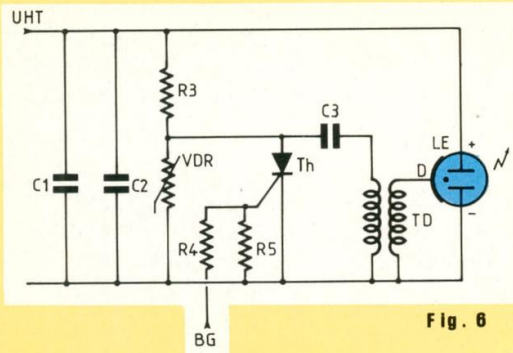
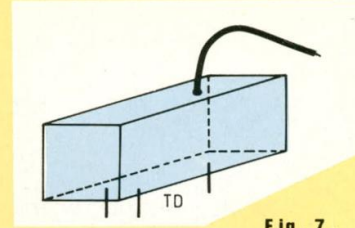

Fig. 6
Fig. 7
**b) Le dispositif de déclenchement (fig 6).** Un transformateur d'impulsion TD (fig 7) élévateur de tension permet d'obtenir les quelques milliers de volts nécessaires. L'impulsion au primaire est produite par la décharge du condensateur C3 à travers le thyristor Th amorcé par le circuit de commande à l'instant de l'étincelle à la bougie. VDR limite la tension aux bornes du thyristor à 220 V tout en stabilisant UHT. Pour ne pas allonger la durée de recharge de C3 cette capacité a été choisie assez faible : 10 nF ; ce qui suffit au type de TD indiqué. Avec un autre type, C3 pourrait devoir être augmentée.
d) Il faut maintenant ajouter au montage le reste du circuit de la fig 6 ce qui va permettre de déclencher un éclair en appliquant la tension de 12 V à la borne de commande de gachette BG.